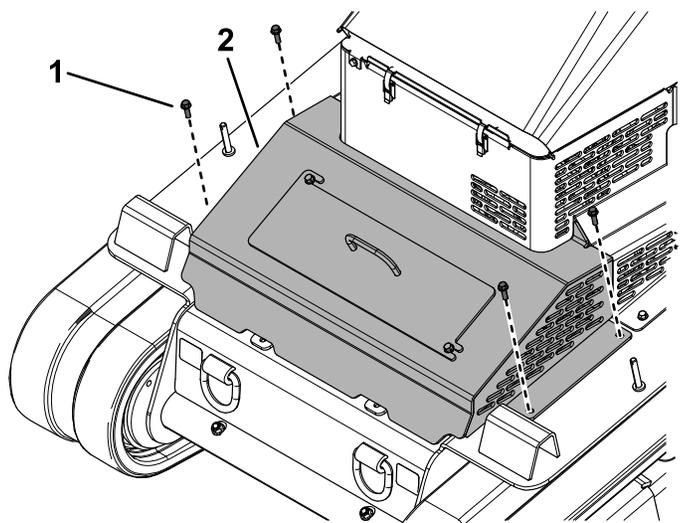

Рисунок 44
2. Отверните 4 болта крепления крышки в сборе к машине (Рисунок 44).
3. Снимите крышку в сборе (Рисунок 44).